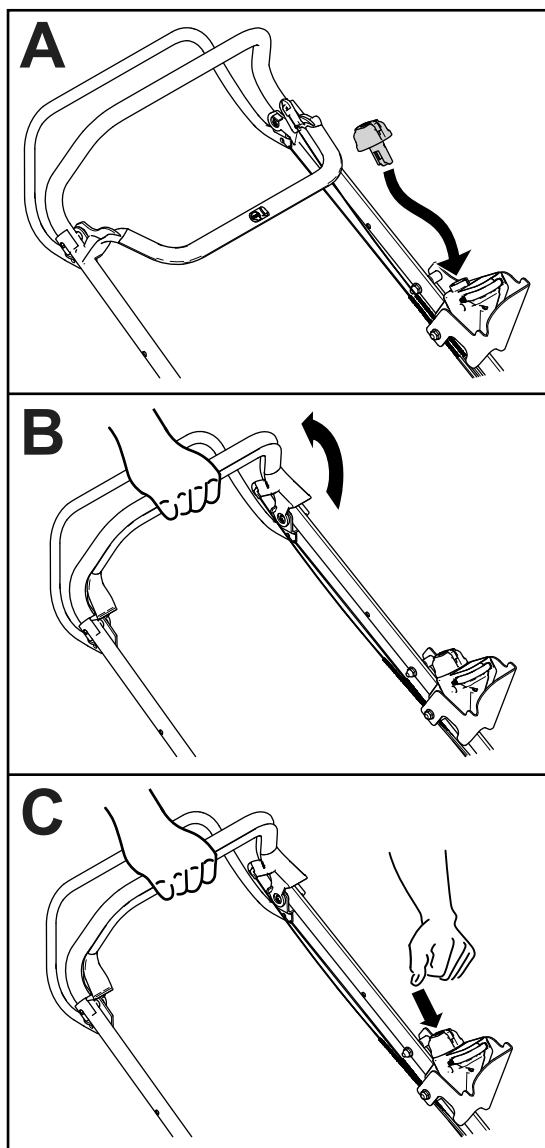

Figura 19
2. Introduzca el botón de arranque eléctrico consulte [Localización del botón de arranque eléctrico \(página 16\)] en el interruptor de arranque eléctrico (Figura 19, A).
3. Apriete la barra de control de la cuchilla contra el manillar (Figura 19, B).
4. Pulse el botón de arranque eléctrico hasta que la máquina arranque y la cuchilla comience a girar (Figura 19, C).